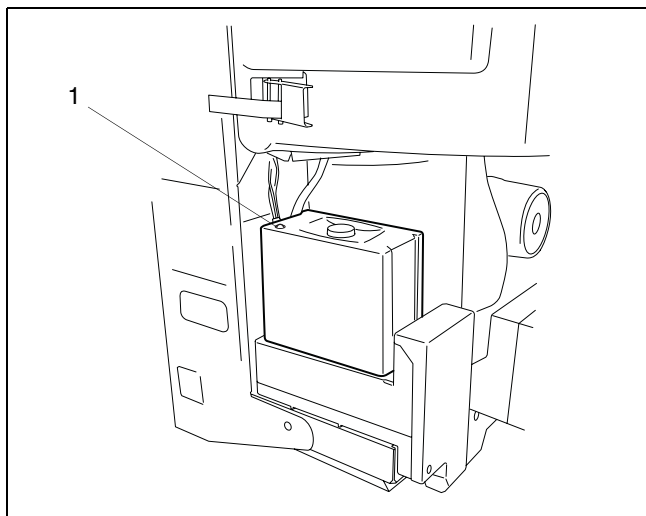

fig. 41 UBA 3
Foruden displaykoden på BC 10 findes der på UBA 3 (fig. 41) også en rød indikator-LED.
- LED fra, ved normal drift (fig. 41, pos. 1).